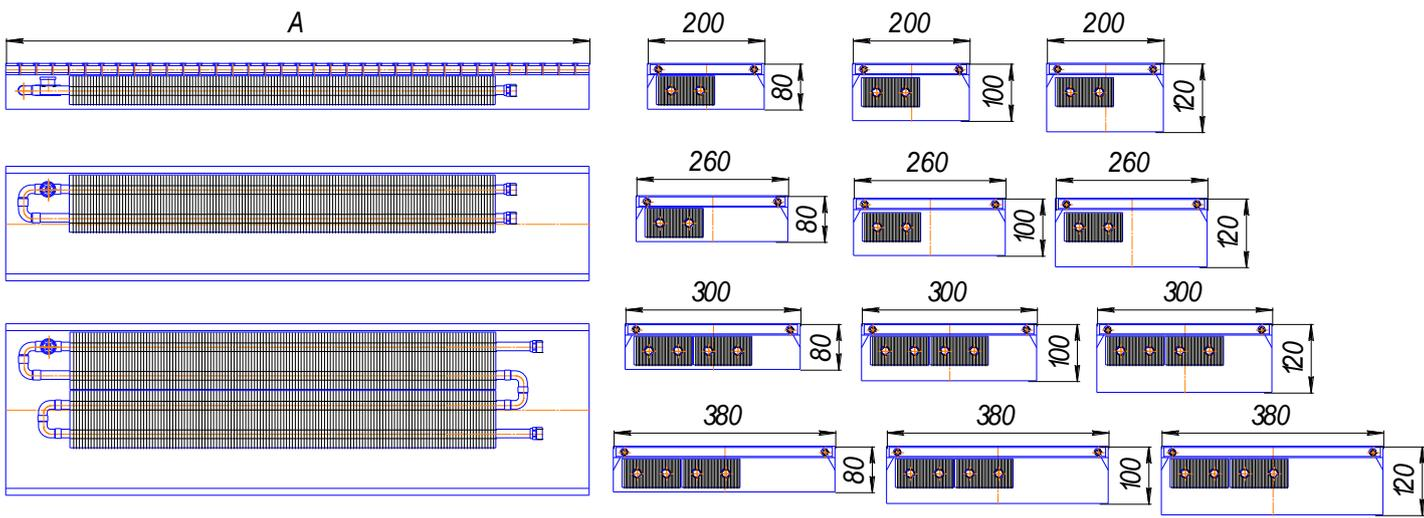

Рис.1 Конвекторы «Бриз» (естественная конвекция).
- Конвекторы «Бриз» с естественной конвекцией (см.рис. 1);
Конвекторы серии «Бриз» монтируются в конструкцию пола, оставляя на видимой поверхности лишь декоративную решетку, находящуюся в одной плоскости с полом. Ряд длин конвекторов серии «Бриз» - от 0,8м до 5м. Технические параметры напольных конвекторов серии «Бриз» приведены на рис. 1, 2, 3 и в табл.3÷10.